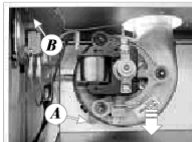

Рис. 20 – Монтаж вентилятора
- выверните винты В (рис. 20), доступные сверху, выберите маностат и замените его новым;
- отсоедините подающие проводники и проводник заземления от вентилятора (рис. 20);